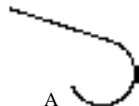

图 2.3.21 指定圆弧的端点
Step3. 命令行提示 **指定圆弧的端点:**，选取图 2.3.21 所示的圆弧端点 A，此时系统立即绘制出以直线的最后一个端点为起点，并相切于直线的圆弧。